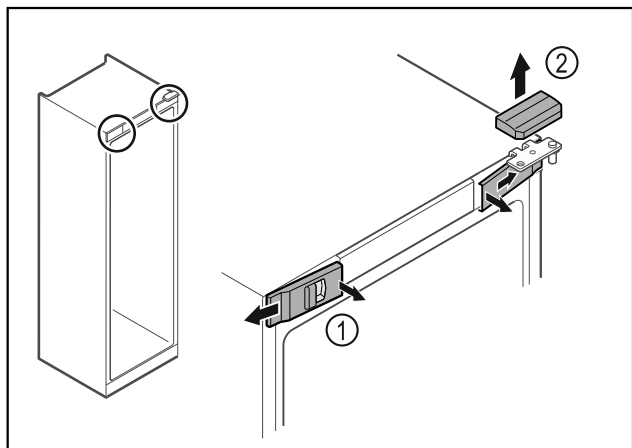

Fig. 10
- ▶ Откопчайте предните капаци Fig. 10 (1) отвътре и свалете настрана.
- ▶ Свалете горния капак Fig. 10 (2) нагоре.